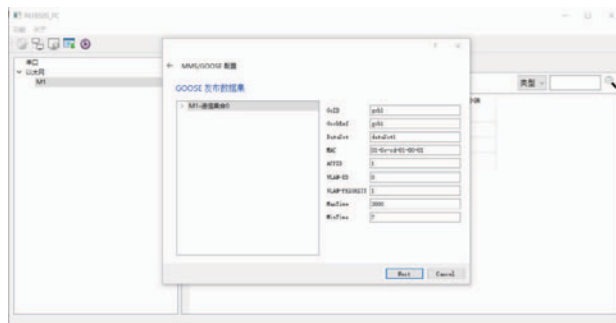

图7 设置GOOSE发布
2.6 设置 GOOSE 发布: 设置 GOOSE 发布的 GoID, GocbRef, DataSet, MAC, APPID, VLAN_ID, VLAN_PRIORITY, MaxTime, MinTime, 设置如图 7 所示。